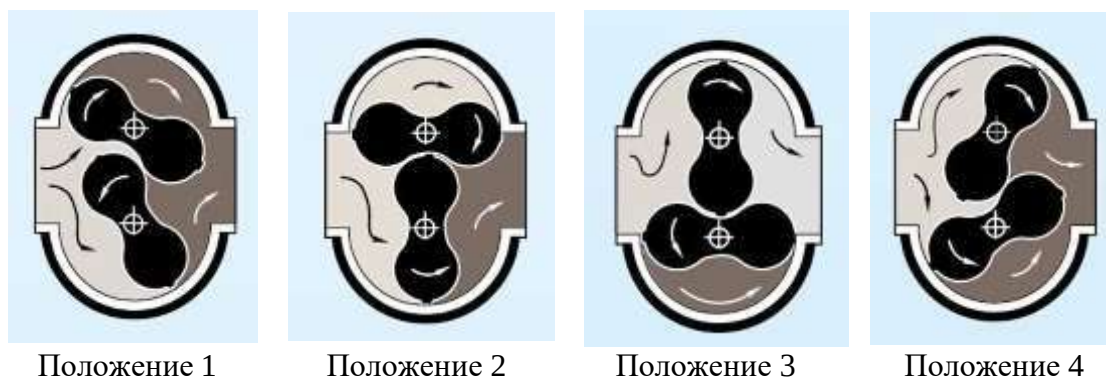
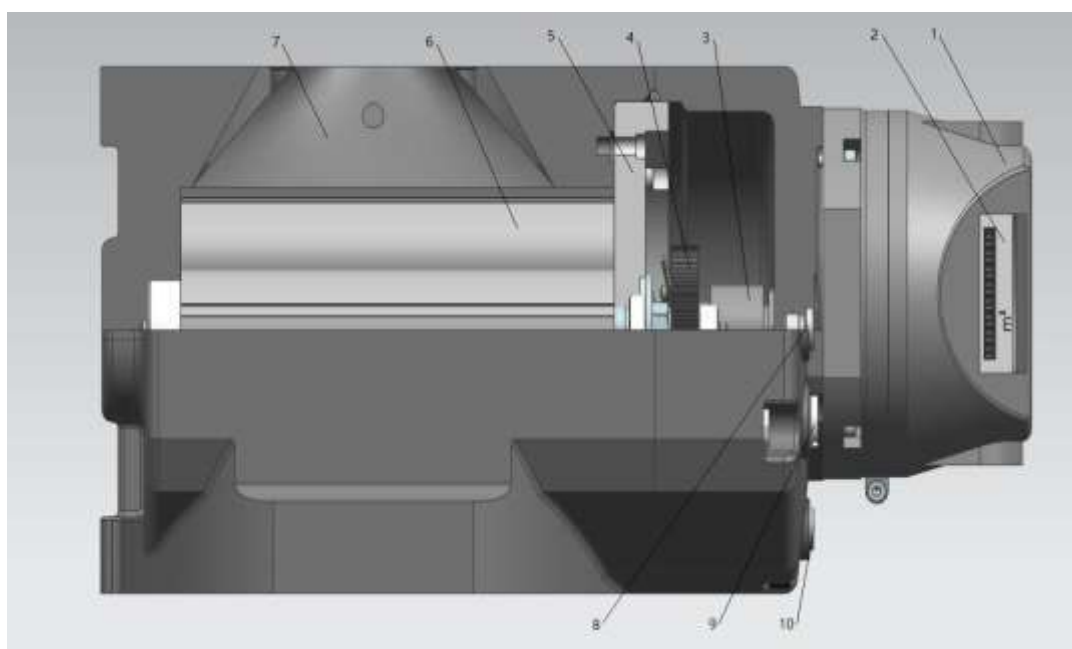

РИС.1 Принцип работы
РИС.2 Структурная схема газового расходомера Рутса
3.1 Принцип работы (см. РИС.1)
Принцип работы процесса измерения показан на РИС.1 (на рисунке представлена только четверть периода). Структура расходомера Рутса показана на РИС.2.